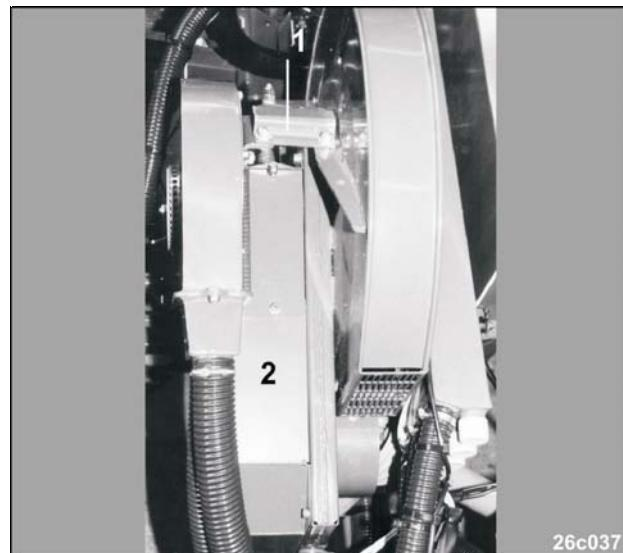

Рис. 56
- Открутите 4 болта в щитке (Рис. 56/1) воздуходувки и снимите щиток.
- Защитную крышку (Рис. 56/2), состоящую из 3 частей, снимите, раскрутив болтовые соединения.
- Открутите болты (Рис. 56/2) и замените ременный шкив.